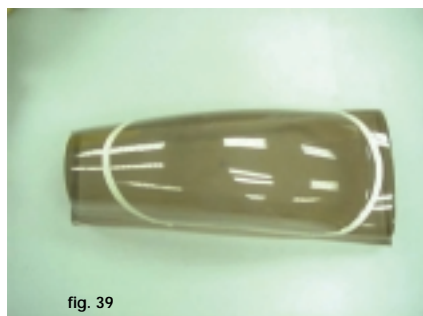

fig. 39
Mark the trim line with marking tape and trim the canopy, see fig. 39.
*Duidt de snijlijn aan met een kleefband en knip de cockpit uit, zie fig. 39.*
Marquez le contour de la verrière à l'aide de papier collant, et découpez la partie en trop. voir fig. 39.